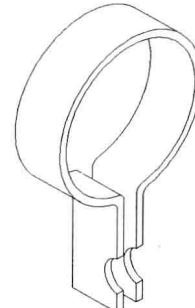

图 8-3-26
(9) 单击“按住／拖动”按钮，单击实体上的端面，向左拖动光标，再次单击鼠标。单击圆对象，按 Delete 键，删除圆。实体表面移动之后模型的效果如图 8-3-26 所示。